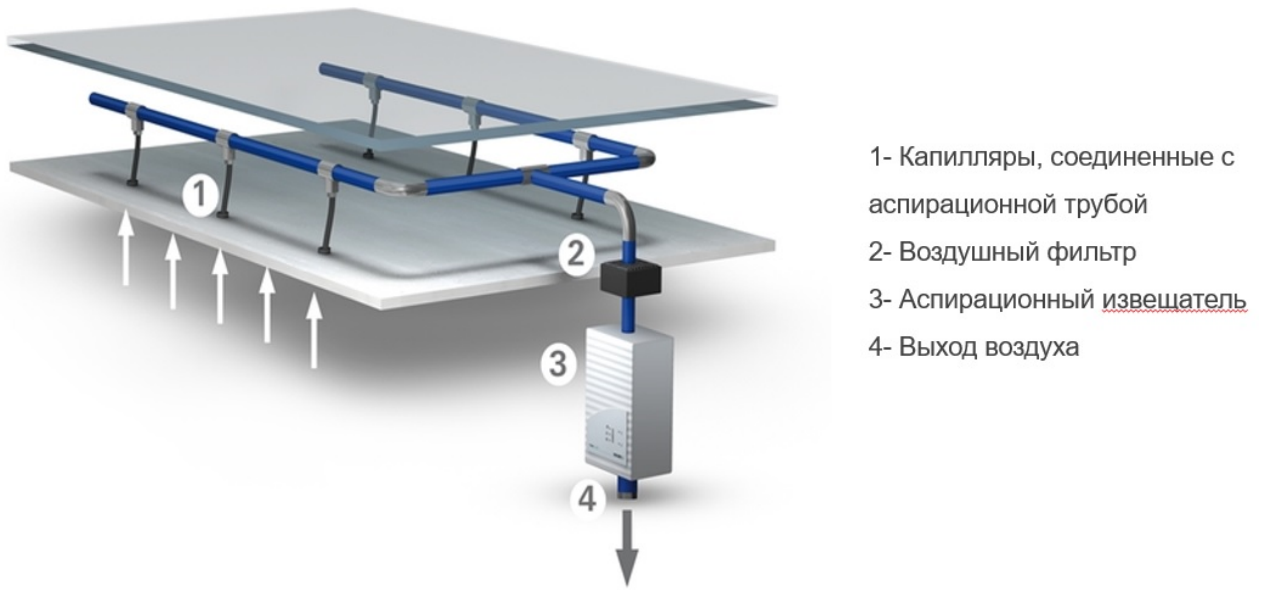

Рис. 2.1, Организация скрытого монтажа аспирационных труб
- Необходимость организации скрытого монтажа аспирационных труб и воздухозаборных отверстий (Рис. 2.1)